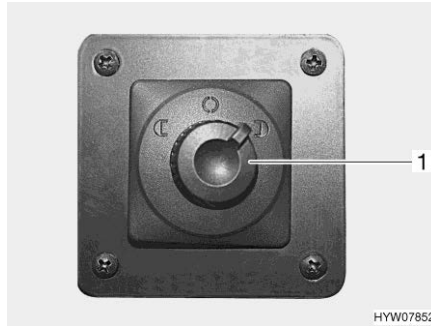

Fig. 34 Interrupteur réglage des rétroviseurs extérieurs
- Sélectionner le rétroviseur extérieur qui doit être réglé. Pour ce faire, tourner le commutateur tournant (Fig. 34,1) vers la gauche ou la droite.
- Pousser l'interrupteur (Fig. 34,1) dans la position désirée.